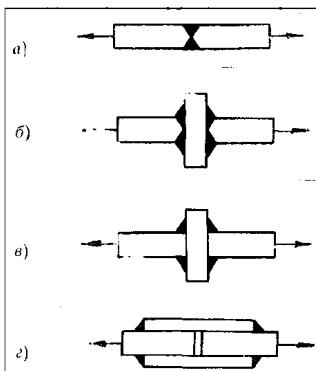

Рис. 1
Определить допустимую осевую нагрузку для сварных соединений встык, впритык и с накладками, конструкция которых приведена на рис. 1.
3) определить размеры необходимых накладок (по рис. 1, г), а также размеры сварных швов.